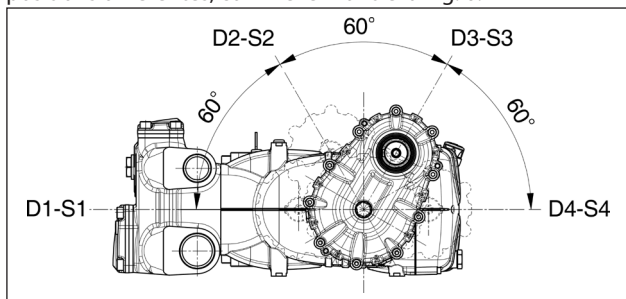

Fig. 6
(Fig. 6). Cette quantité sera légèrement inférieure pour les rep. ② et ③.
Il est également possible d'installer le réducteur sur 4 positions différentes, comme le montre la Fig. 6.